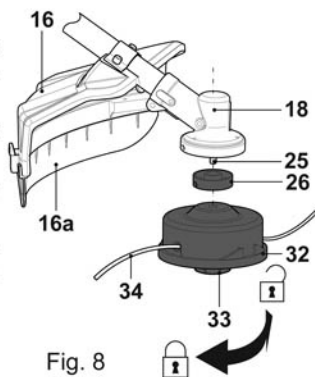

Fig. 8
- > Insérer et visser la tête à fil en nylon comme indiqué (Fig. 8).